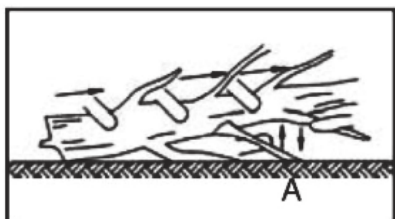

Fig.3
A poda de uma árvore é o processo de remoção dos galhos de uma árvore caída. Não remova os membros de suporte (A) até que a tora seja cortada em comprimentos (Fig. 3). Os galhos sob tensão devem ser cortados de baixo para cima para evitar que a motosserra fique presa.